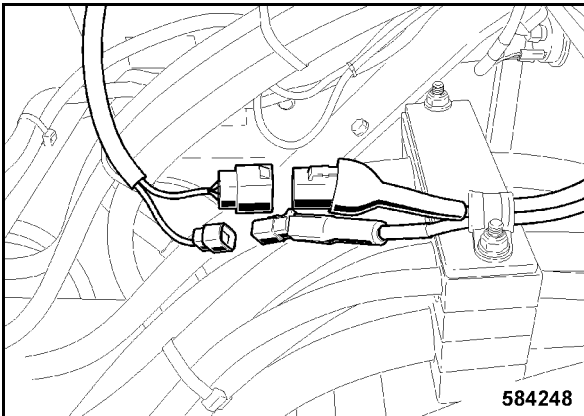

Fig. 260
- Establecer el acoplamiento de enchufes del sistema de aire acondicionado (Fig. 260).